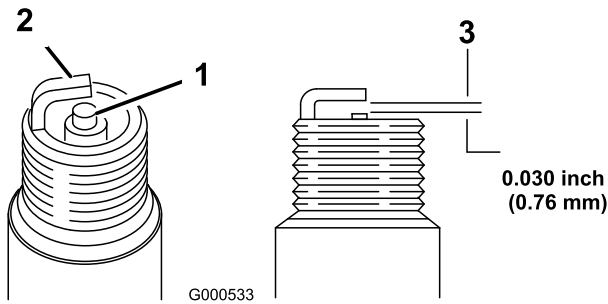

図 18
5. 電極間のすき間を 0.76 mm に調整する図 18。